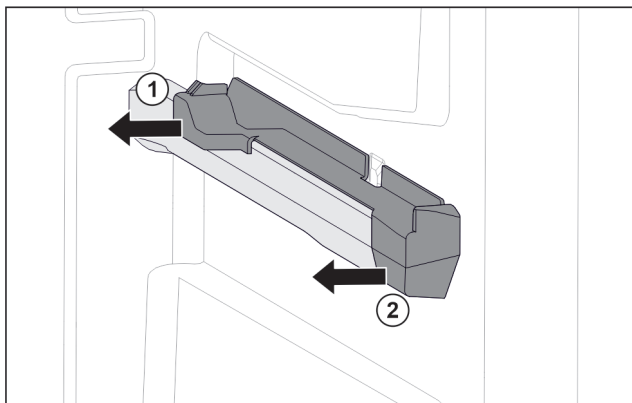

Fig. 102 Nasazovací díl na pravém žebrování na nádoby
- Stáhněte nasazovací díl vzadu na stranu. Fig. 102 (1)
- Stáhněte nasazovací díl vpředu na stranu. Fig. 102 (2)